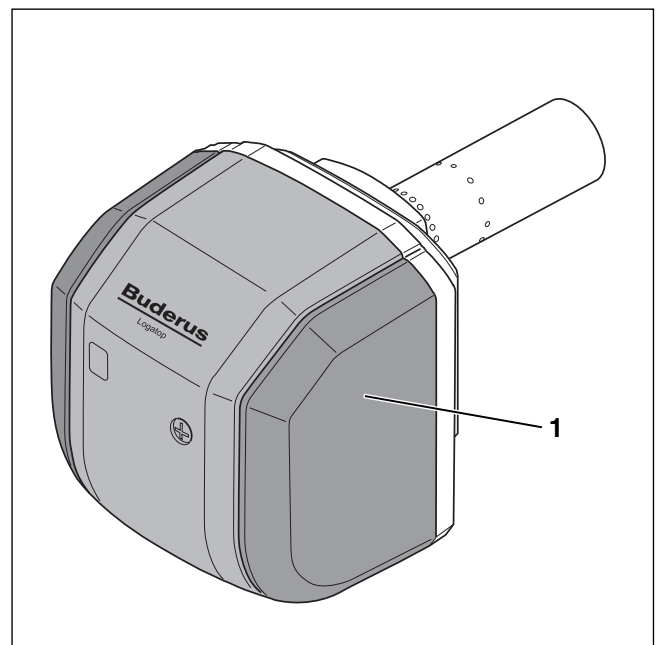

Bild 2 Brenner
- Brennerhaube (→ Bild 2, [1])